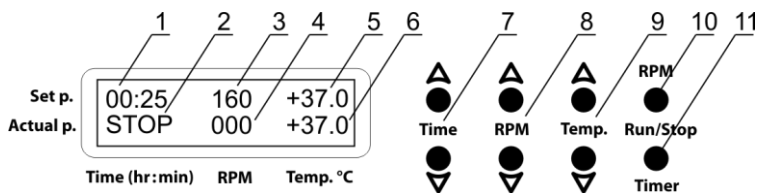

Рисунок 1. Панель управления
- 5.2. Включается дисплей прибора. В верхнем ряду отображается ранее установленное время в часах и минутах (рис. 1/1), скорость в оборотах в минуту (рис. 1/3) и температура в °C (рис. 1/5), в нижнем ряду показываются текущие значения соответствующих параметров: таймер (индикация STOP, рис. 1/2), скорость (рис. 1/4) и температура камеры (рис. 1/6), которая автоматически начинает подниматься согласно выставленной.
- 5.3.1. **Установка времени (Time).** Используя кнопки ▲ и ▼ **Time** (рис. 1/7), установите необходимый интервал работы в часах и минутах (шаг 1 мин.).
- 5.3.2. **Установка скорости (RPM/Shaker).** Используя кнопки ▲ и ▼ **RPM** (рис. 1/8), установите необходимую скорость перемешивания в оборотах в минуту (шаг 10 об/мин).
- 5.3.3. **Установка температуры (Temp.°C).** Используя кнопки ▲ и ▼ **Temp.** (рис. 1/9), установите необходимую температуру в градусах Цельсия (шаг 0,1 °C). Термостатирование камеры начинается автоматически.
Внимание! Термостатирование камеры может быть отключено только выставив температуру ниже 25 °C, вручную понизив её кнопкой ▼ **Temp.** (рис. 1/9) пока на дисплее в сегменте **Temp.°C** в верхнем ряду не появится индикация OFF.
- 5.4.2. Нажмите кнопку **RPM Run/Stop** (рис. 1/10, на модели **ES-20/60** кнопка подписана как **Shaker Run/Stop**). Платформа начинает движение, таймер запускает отсчёт времени, с точностью в 1 минуту.
- 5.5. **Завершение программы.** По истечению установленного времени, движение платформы прекращается и дисплей отображает мигающую индикацию STOP (рис. 1/2), сопровождаемая повторяющимся звуковым сигналом, пока не будет нажата кнопка **RPM** или **Shaker Run/Stop**.
- 5.6. Если продолжительность работы не установлена и таймер в верхнем ряду дисплея (рис. 1/1) показывает 00:00, при нажатии кнопки **RPM** или **Shaker Run/Stop** прибор начинает непрерывное движение. На дисплее, сегмент **Time** показывает индикацию OFF в верхнем ряду (рис. 1/1) и таймер отсчёта в нижнем ряду (рис. 1/2). Для остановки платформы, нажмите кнопку **RPM** или **Shaker Run/Stop**.
Внимание! По истечению установленного времени движение платформы прекращается автоматически, но термостатирование может быть отключено только выставив температуру ниже 25 °C, вручную понизив её кнопкой ▼ **Temp.** (рис. 1/9) пока на дисплее в сегменте **Temp.°C** в верхнем ряду не появится индикация OFF.
- 5.7. Таймер можно перезапустить во время работы прибора, при необходимости. Дважды нажмите кнопку **Timer Run/Stop** (рис. 1/11), первый раз для остановки, второй для перезапуска.